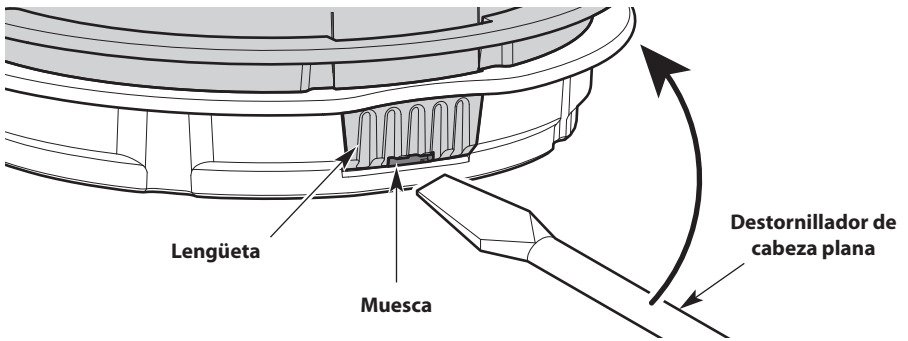

Fig. 25
- a. Inserte un destornillador de cabeza plana en la ranura de la lengüeta (Fig. 25).
- b. Incline levemente el destornillador hacia arriba y sosténgalo en el lugar (Fig. 25).
- c. Mientras sostiene el destornillador en el lugar, gírelo suavemente para destrabar la lengüeta del panel de las ranuras (Fig. 25).